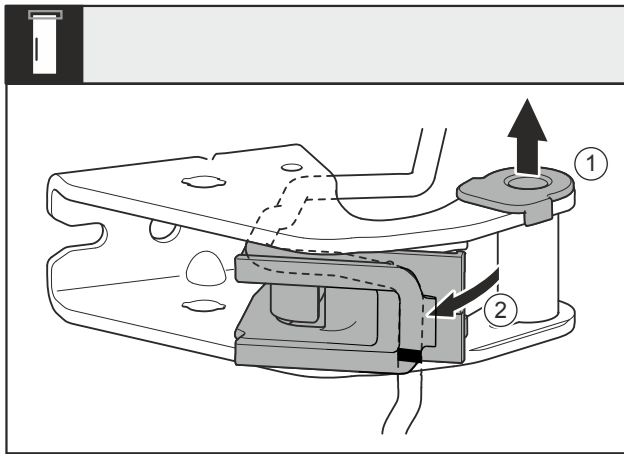

Fig. 26
- Lagerbus Fig. 26 (1) uit de geleiding trekken.
- Kabelhouder Fig. 26 (2) er uit draaien.